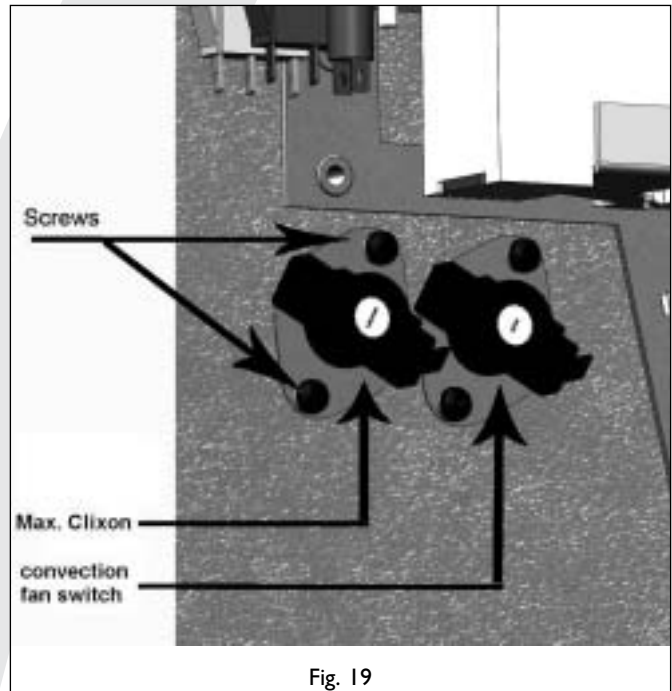

Fig. 19
- Retirez les 2 vis de la plaque de montage (voir la fig. 19 des Power Flue 12/16kW).
- Retirez les 2 vis de la plaque de montage (voir la fig. 19) ;